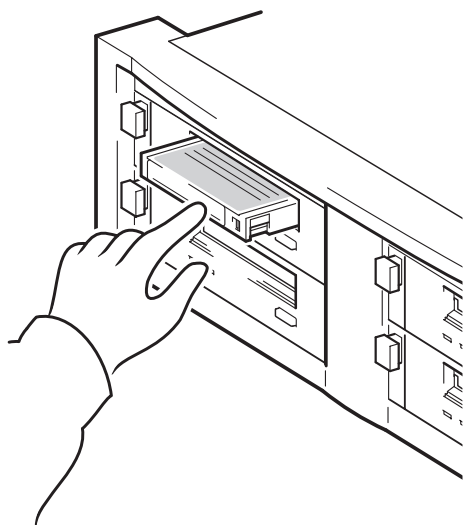

図 10a: HP OBDR、ステップ 1
- 1 最新のブート可能カートリッジを HP OBDR に割当てたテープ・ドライブに挿入します (図 10a を参照)。カートリッジには、CD-ROM フォーマットでテープにデータを書込むバックアップ・アプリケーションを使用する必要があります。